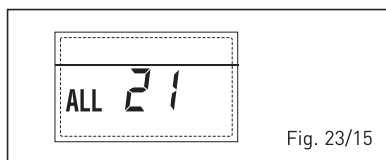

Fig. 23/15
– **INTERVENÇÃO TERMÓSTATO DE SEGURANÇA SEGUNDA ZONA MISTURADA “ALL 22”** (fig. 23/16)